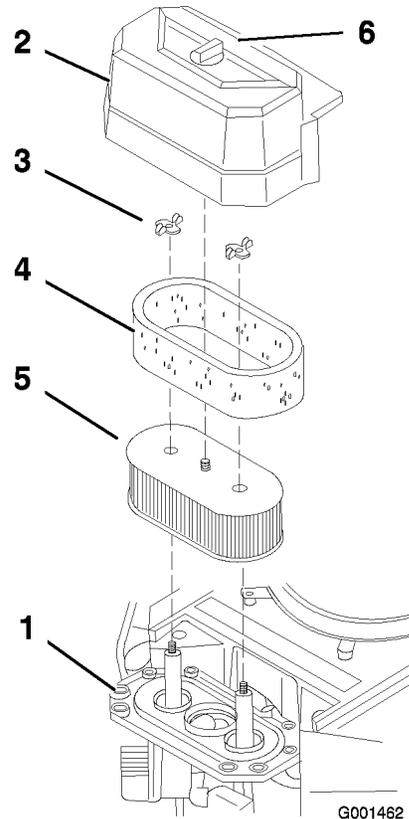

Figura 31
3. Limpie alrededor del limpiador de aire de forma que la suciedad no penetre en el motor y cause daños (Figura 31).
4. Desenrosque el pomo de la cubierta y retire la cubierta del limpiador de aire (Figura 31).
5. Desenrosque las 2 tuercas de orejeta y retire el conjunto del limpiador de aire (Figura 31).
6. Retire cuidadosamente el filtro de gomaespuma del filtro de papel (Figura 31).
1. No limpie el filtro de papel. Cámbielo cada 200 horas de funcionamiento (Figura 31).
1. Deslice cuidadosamente el filtro de gomaespuma sobre el filtro de papel (Figura 31).
2. Coloque el conjunto del limpiador de aire sobre la base del limpiador de aire y fíjelo con 2 tuercas de orejeta (Figura 31).
3. Coloque en su posición la cubierta del limpiador de aire y apriete el pomo de la cubierta (Figura 31).